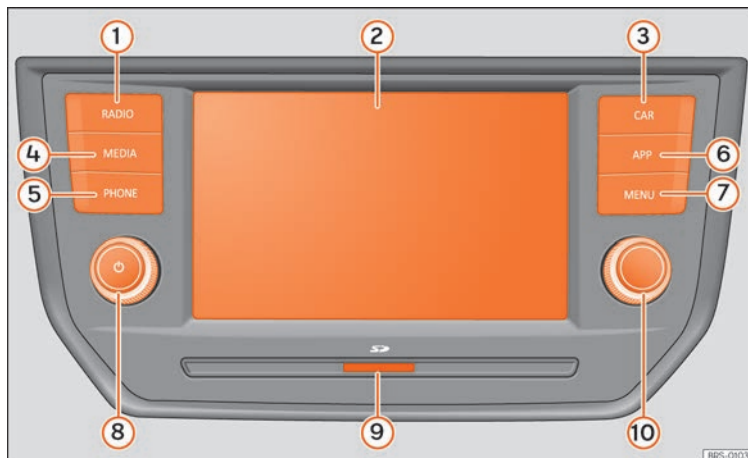
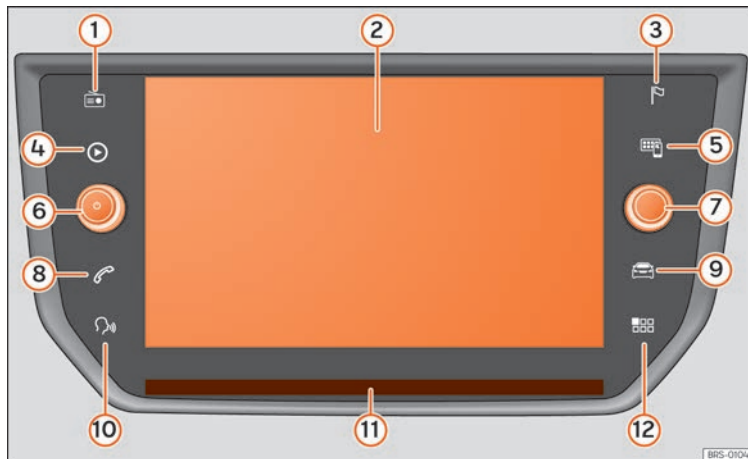

Abb. 172 Übersicht der Bedienelemente (diese Konfiguration hängt von der jeweiligen Version ab).
Abb. 173 Übersicht der Bedienelemente (diese Konfiguration hängt von der jeweiligen Version ab).
>>> **Abb. 172 (7)**, oder die Taste **⏏**
>>> **Abb. 173 (12)**, um die Menü-Übersicht zu öffnen.
Um das Infotainment-System manuell ein- oder auszuschalten, *drücken* Sie kurz auf den Dreh- und Druckknopf **⏏** >>> **Abb. 172 (8)**, >>> **Abb. 173 (6)**.
Die Listeneinträge können durch direkten Druck am Bildschirm oder mit dem Einstellknopf aktiviert werden » **Abb. 172** ⑩, » **Abb. 173** ⑦.